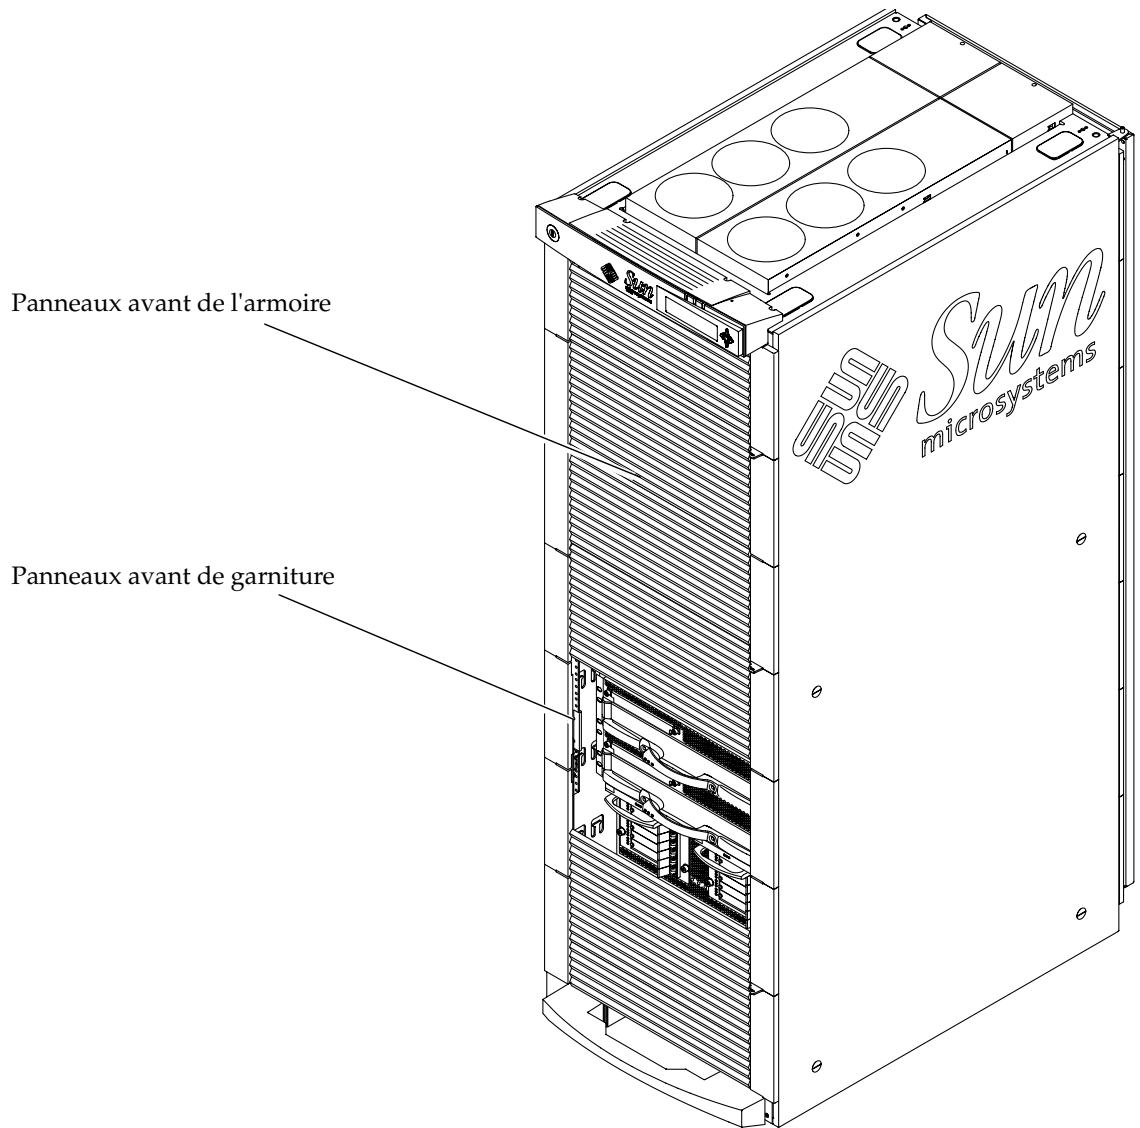

FIGURE 3-7 Emplacements des panneaux avant de l'armoire
2. Fixez les autres panneaux en resserrant les vis du côté gauche et droit de chaque panneau (FIGURE 3-7).